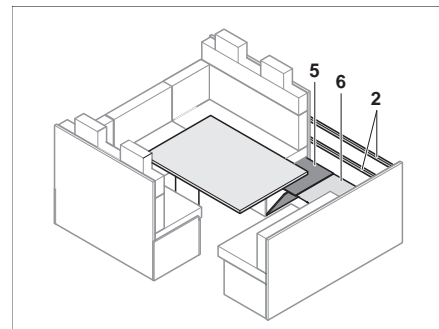

Fig. 119 Installer la rallonge de dossier
- Mettre en place les rallonges de dossier (Fig. 119,2).